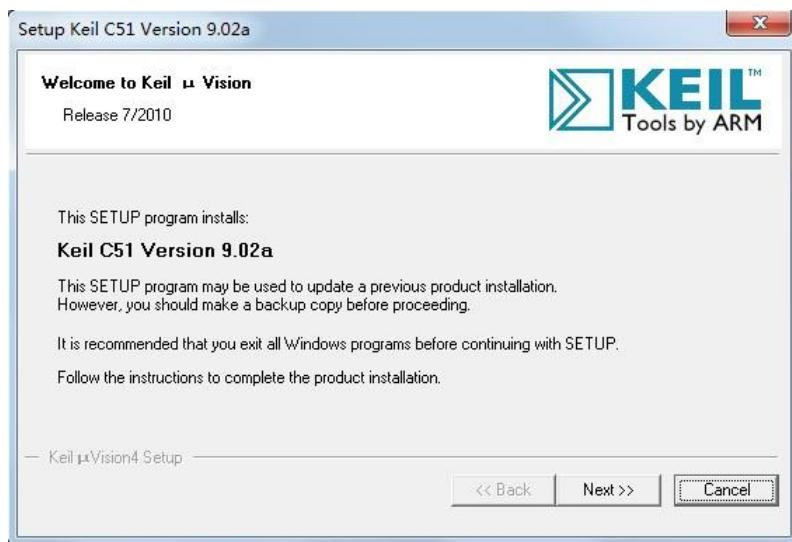

图 1-1 Keil 安装欢迎界面
1、首先准备 Keil uVision4 安装源文件，双击安装文件，弹出安装的欢迎界面，如图 1-1 所示。